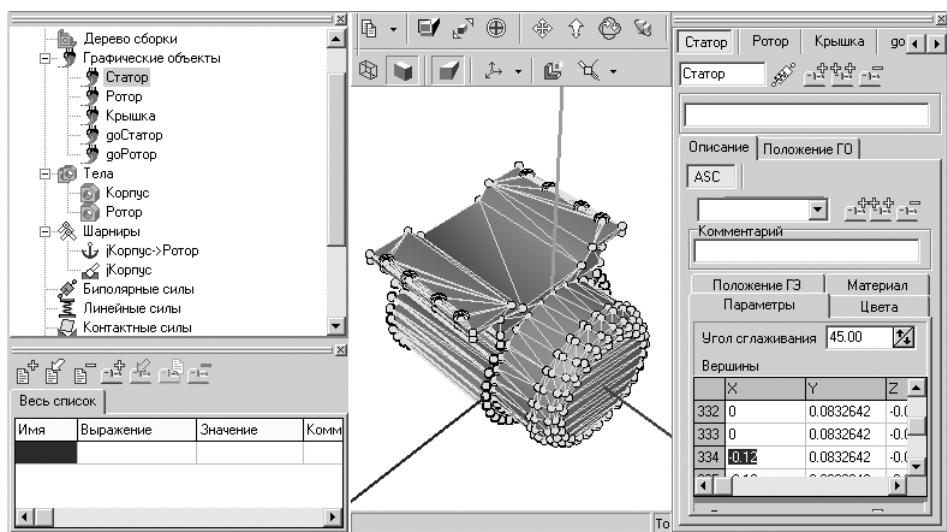

Рис. 2.94. Фрагмент главного окна системы **Универсальный механизм Express** с окном **Инспектор** после щелчка по выбранной точке на станине корпуса
- переместите указатель мыши в угловую точку станины, например самую верхнюю точку, и щелкните мышью. Появятся координаты указанной вспомогательной точки в окне **Индикатор**, см. рис. 2.94;